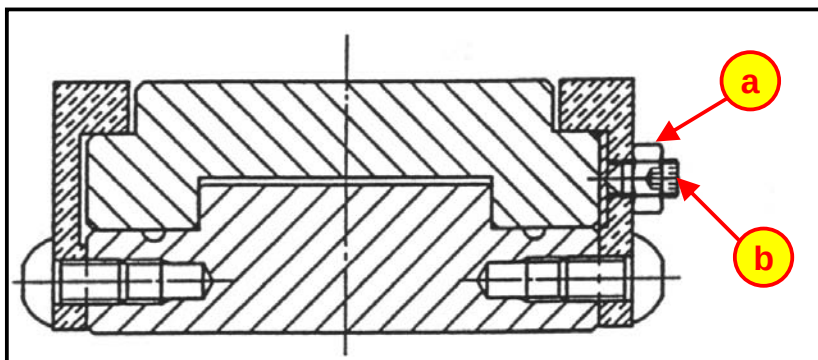

Figura 22 Eliminazione del gioco della slitta obliqua.
1. svitare i dadi di bloccaggio della slitta (rif. a in f Figura 22);